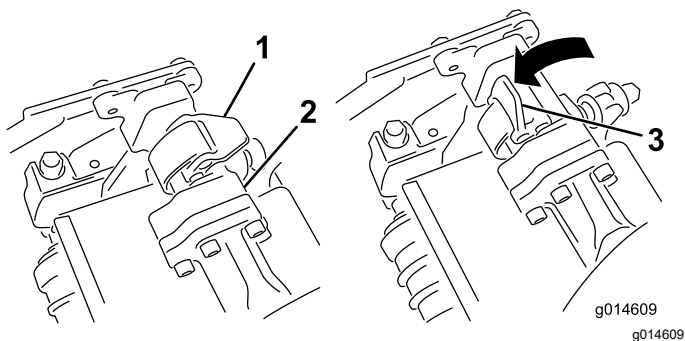
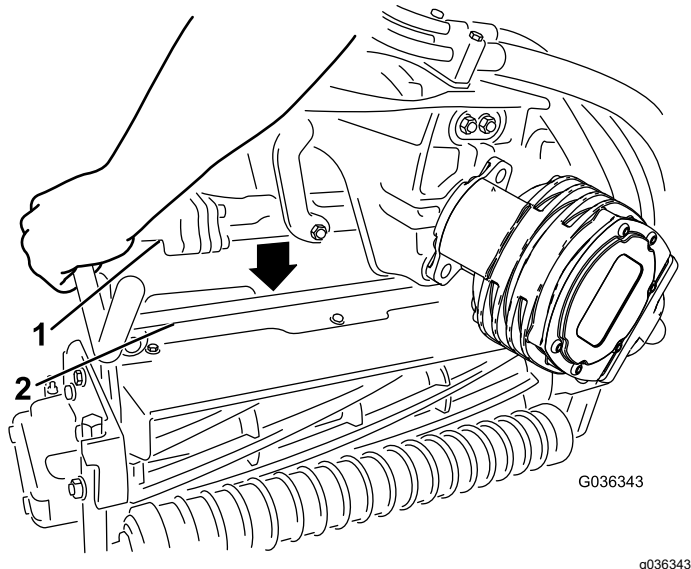

图 56
图 57
4. 当悬挂臂杆上的门锁指向上方即打开时 图 56 向下压悬挂臂使悬挂臂杆与滚刀组上方的支架相契合 图 57。
5. 向下并绕着滚刀组横杆关闭门锁将它们锁定到位 图 56。
5. 打开您正在拆下的滚刀组悬挂臂上的门锁图 56。